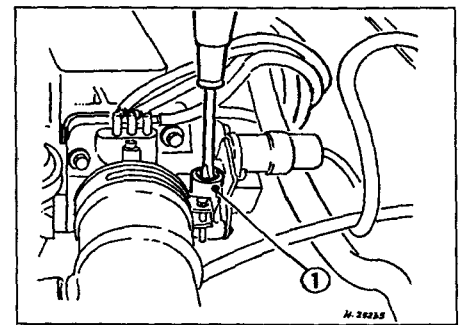

Рис. 11.7. Регулировка оборотов холостого хода
- 4 Измерьте обороты холостого хода и, при необходимости, отрегулируйте их, поворачивая винт обводного воздушного канала (см. рис. 11.7 и 11.8).